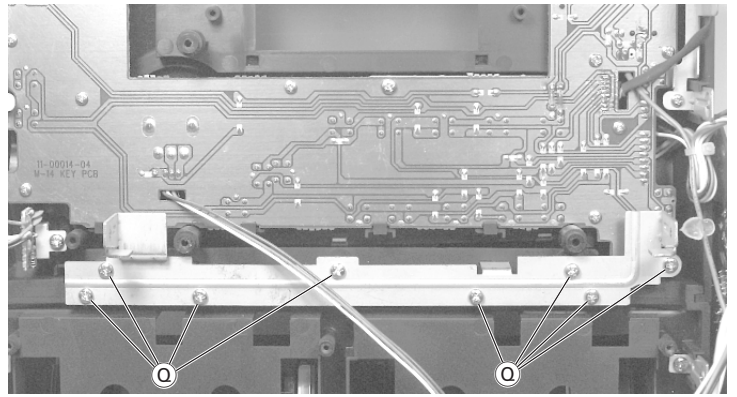

Fig. 12
- 8 Schrauben (Q) herausschrauben (Fig. 12) und Verbindungswinkel der beiden Frontblendenteile abnehmen.
- Undo 8 screws (Q) (Fig. 12) and remove the connecting bracket of the two parts of the front panel.